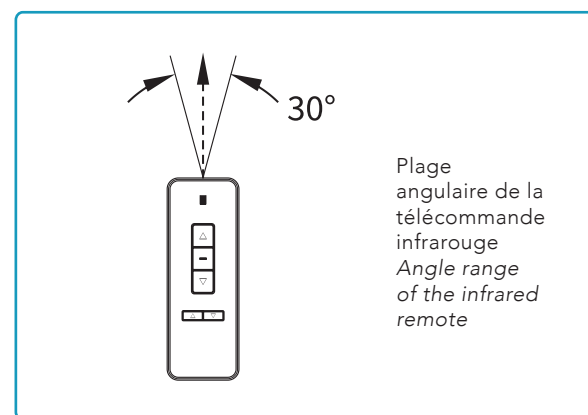

Figure 11
2. Angle de fonctionnement de la télécommande : $\pm 30^\circ$ par rapport à l'axe de l'émetteur (Figure 11).
2. Remote effective angle: $\pm 30^\circ$ from the transmitter axis (Figure 11).